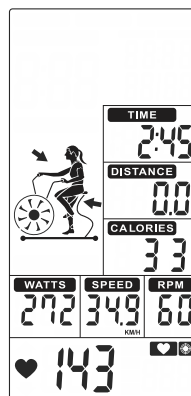

FIGURA 49
- Cuando la frecuencia cardíaca oscile entre 65% y 85%, solo parpadeará (Figura 49).